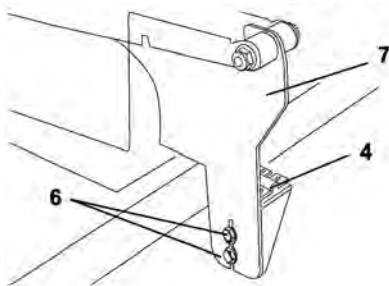

fig. 13 – verificando o aperto dos parafusos
6. Verifique se a proteção está alinhada e depois os parafusos hexagonais (6) que seguram a proteção da lâmina (7) e a trava de proteção (4) estejam apertados, fig. 13.